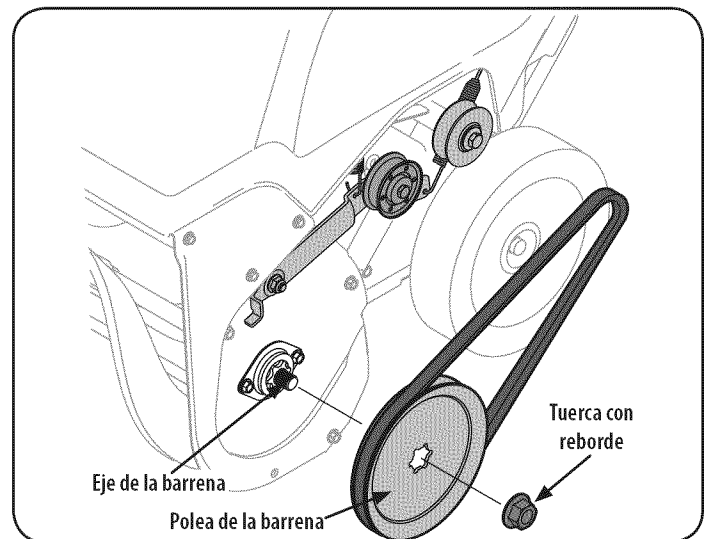

Figura 17
5. Extraiga la tuerca de brida que sujeta la polea de la barrena al eje de la barrena. Vea la Figura 17.